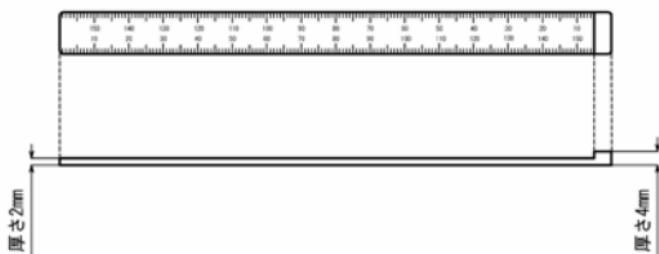

図21 チェックゲージを用いたゴム輪の位置確認
- (1) 専用のチェックゲージ（図21）を用いてゴム輪の位置を確認する。
- (2) 図21に示すように全周にわたって受口と挿し口の隙間にまずチェックゲージの厚さ2mm側を差し込み、その入り込み量（b）が表6に示す合格範囲内であることを確認する。全周にわたり合格範囲内であれば、そのうち円周8カ所について入り込み量（b）を測定し、測定値をチェックシートに記入する。